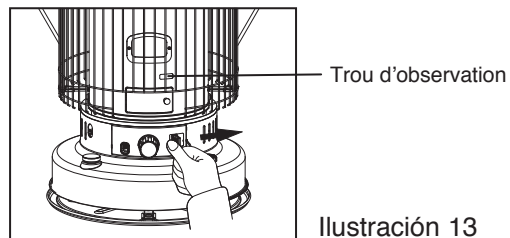

Ilustración 13
- Pousser le levier d'allumage vers la droite (Fig.13) a fin d'aligner l'allumeur incandescent avec la mèche. Esto causará la ignición.